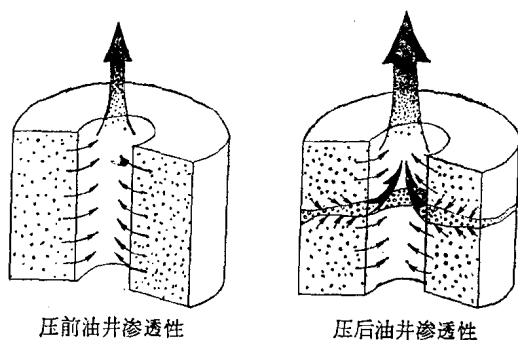

图 2 压裂前后渗透性的变化
(1) 改造渗透率低的油层 渗透率低的油层,油井的产量也低。例如我国有一个油田的油层岩石很致密,致密得象磨刀石那样,渗透率只有 0.1 毫达西左右,虽然地下石油储量较丰富,但采用一般方法很难开采出来。采用压裂技术,在油层中压开新裂缝,或者延伸和扩大原有的裂缝,并且在裂缝中填入一定数量的支撑剂(如砂子)。由于支撑剂之间的排列,要比经过千万年形成的岩石结构疏松得多,这样就提高了油井周围油层的渗透率,达到增产石油的目的,如图 2 所示。